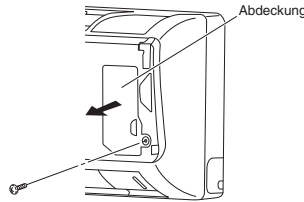

Abb. 3-49
- (1) Das Lufteinlassgitter an beiden Enden fassen, nach vorne öffnen und dann durch Ziehen (zu sich) entfernen.
- (2) Die Schraube an der Abdeckung auf der rechten Seite entfernen. (Abb. 3-49)